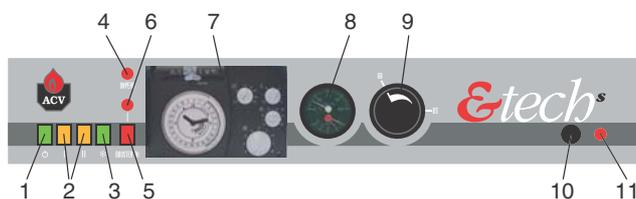

Fig. 13: Tableau de commande
7.1.1 SE FAMILIARISER AVEC LE TABLEAU DE COMMANDE (FIG. 13)
1 - Interrupteur général (repère 1, Fig. 13)
2 - Interrupteurs de sélection de puissance (repère 2, Fig. 13)
3 - Commutateur Eté/Hiver (repère 3, Fig. 13)
4 - Onpeak (repère 4, Fig. 13)
5 - Interrupteur Booster 1 heure (repère 5, Fig. 13)
6 - Voyant indicateur du Booster (repère 6, Fig. 13)
7 - Régulation (repère 7, Fig. 13)
8 - Mano-thermomètre (repère 8, Fig. 13)
9 - Thermostat de réglage de 60 à 85° C (repère 9, Fig. 13)
10 - Thermostat de sécurité (repère 10, Fig. 13)
11 - Voyant de mise en sécurité de chaudière (repère 11, Fig. 13)